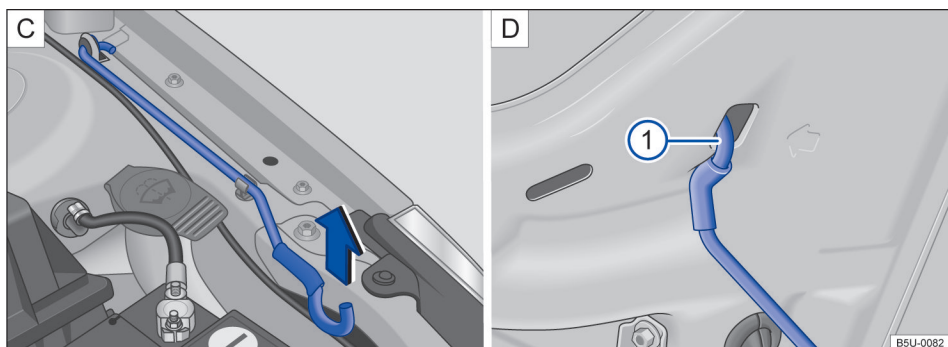

Fig. 128 [C] Haste de sustentação da tampa do compartimento do motor. [D] Tampa do compartimento do motor apoiada na haste de sustentação.
- Retirar a haste de sustentação do suporte no sentido da seta → Fig. 128 [C] e posicioná-la na abertura na tampa do compartimento do motor → Fig. 128 ① [D].
- Retirar a haste de sustentação do furo → Fig. 128 ① [D] e encaixá-la no suporte do fecho → Fig. 128 [C].